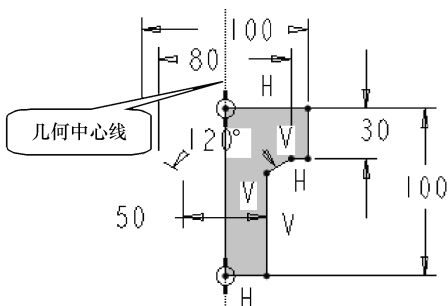
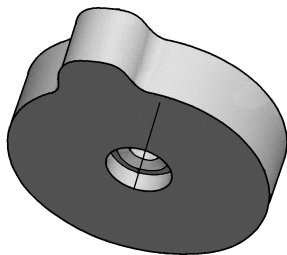

图 7-28 放置同轴孔
图 7-29 完成第1个同轴孔
(7) 在对话框中单击【草绘轮廓孔】按钮，使其处于按下状态，在其后出现的按钮中，单击按钮，激活草绘器，进入草绘环境。
(8) 在草绘界面中绘制旋转截面和几何中心线，如图7-28所示。
(9) 完成草绘后，单击【草绘器按钮】工具栏中的【完成】按钮，回到建模界面。
(10) 拖动鼠标中键在各个方向预览模型，符合设计要求后，单击控制区的【应用】按钮，完成第1个同轴孔特征，如图7-29所示。